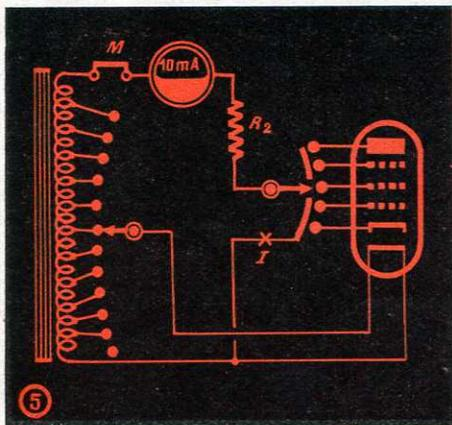

Fig. 5. — Mesure de l'émission électronique d'une lampe de faible puissance.
4) EMISSION ELECTRONIQUE. — En mettant le commutateur « ESSAIS » sur la quatrième ou sur la sixième position, on obtient les montages des figures 5 et 6 qui diffèrent l'un de l'autre par la sensibilité du milliampèremètre, qui est de 10 mA et de 50 mA respectivement, et par la valeur de la résistance limitrice  $R_2$  ou  $R_3$ , qui s'y trouve en série : le premier montage est utilisé pour les lampes de faible puissance, telles que les lampes « batterie » ou les diodes détectrices, et le second montage est utilisé pour les lampes plus puissantes.